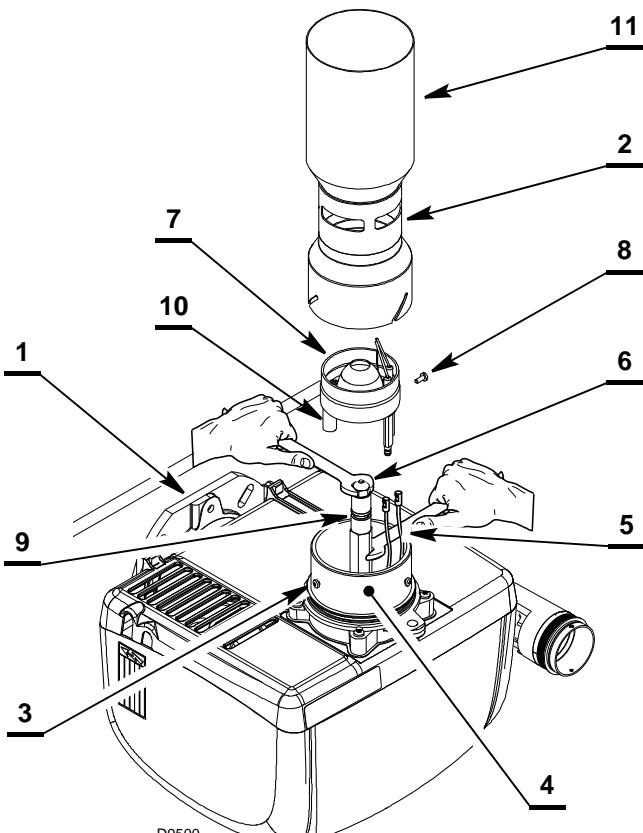
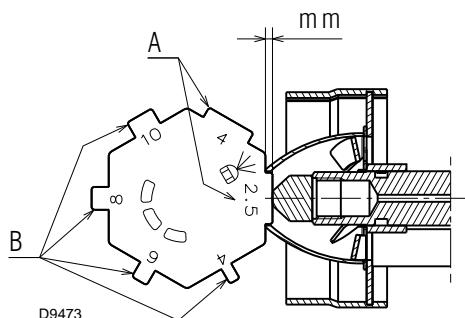

Fig. 25
Fig. 27
- enganchar el quemador a la brida 1) (Fig. 25).
- enganchar el quemador a la brida 1) (Fig. 25) y aflojar los tornillos 3);
**SUJETAR EL PORTABOQUILLA CON UNA LLAVE (Fig. 25).**
- Controlar, utilizando el patrón suministrado 2) (Fig. 27), que el grupo cabezal 1) esté posicionado correctamente, siguiendo las indicaciones presentes en la Tab. B.
- Montar el tubo llama 2) (Fig. 25) y fijarlo con los tornillos 3) con un par no superior a 0,8 Nm, prestando atención en regular la apertura de las ranuras como se indica en la Tab. A pág. 17 (usar patrón suministrado) (Fig. 27).